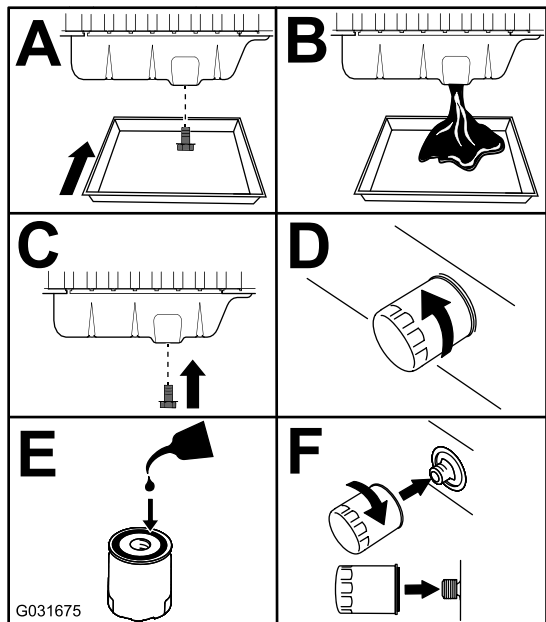

図 91
3. エンジンオイルとフィルタを交換する **図 91**。